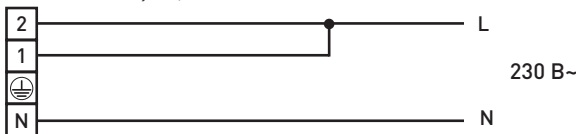

Рис. 3
- заведите сетевой провод в боковую заглушку через сальник и подключите заранее подготовленные концы кабеля согласно маркировке (рисунок.3)